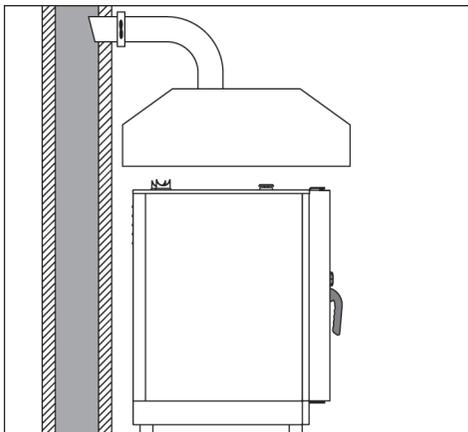

Fig. 13
- d) la readmisión de los gases en el aparato debe poderse realizar solo manualmente (**Fig. 13**).